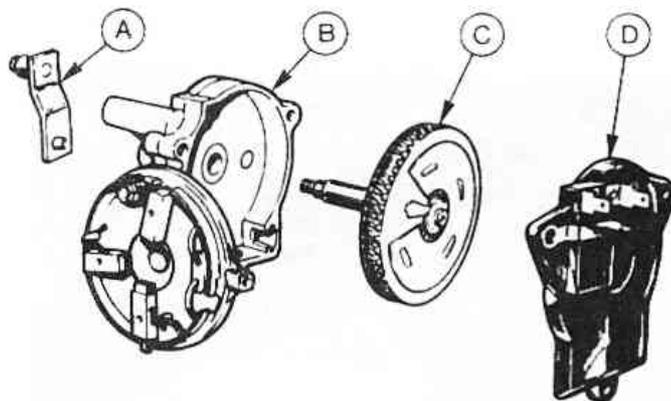

Рис. 10.13. Кривошип мотора стеклоочистителя (A), щетки (B), шестерня (C) и крышка (D) (Разд. 26)
1. Обратитесь к Рис. 10.13 и выверните два винта с крестообразными шлицами, крепящие крышку редуктора.